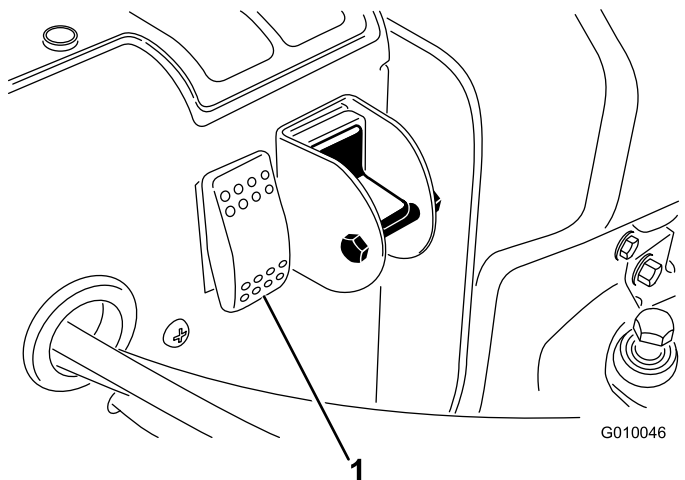

Figura 30
2. Premete l'interruttore di ripristino del sistema (Figura 30).